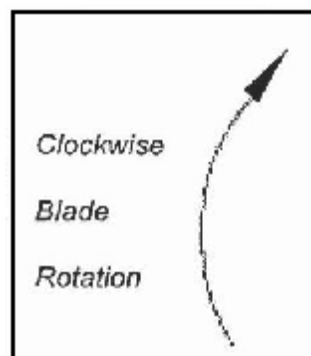

Рисунок 5. Направление вращения лопастей
1. Занять положение оператора по центру рукоятки сзади и плавно увеличивать скорость вращения лопастей до достижения нужной величины. Лопасти машины вращаются по часовой стрелке (рисунок 5). Для управления затирочными машинами АСЕ влево или вправо руль поднимают вверх или опускают вниз, соответственно.